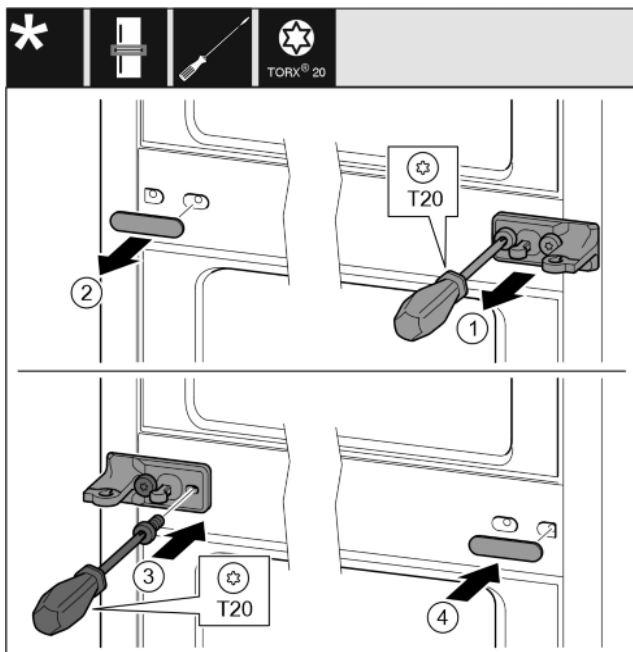

Fig. 26
- ▶ Scoateți șaiba. Fig. 26 (1)
- ▶ Extrageți prin rotire șuruburile cu șurubelnița T20. Fig. 26 (2)
- ▶ Desprindeți cu precauție apărătoarea. Fig. 26 (3)
- ▶ Înșurubați ferm pe cealaltă parte suportul de lagăr cu folie rotit cu 180°. Fig. 26 (4)
- ▶ Atașați pe cealaltă parte capacul rotit cu 180°. Fig. 26 (5)
- ▶ Montați șaiba din față. Fig. 26 (6)